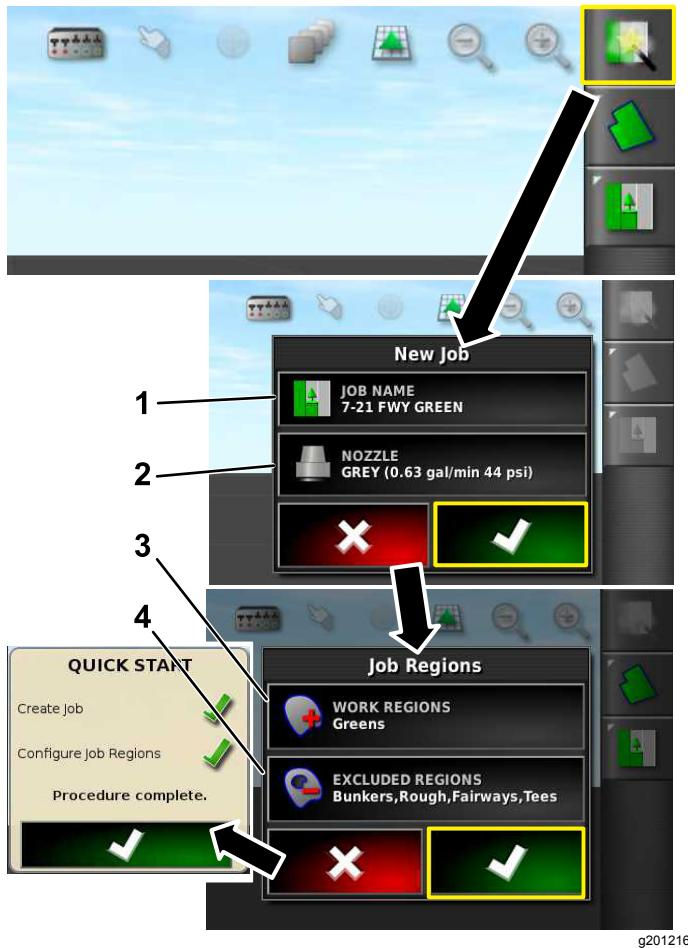

Bild 8
2. Geben Sie einen neuen Namen für den Job ein (Bild 8).
4. Wählen Sie den Arbeitsbereich, den Sie sprühen möchten (d. h. Fairways, Grüns, Abschläge usw.) (Bild 8).
5. Wählen Sie die ausgeschlossenen Bereiche, die nicht gesprührt werden (Bunker, Bäume, Gefahrenstellen usw.). (Bild 8).